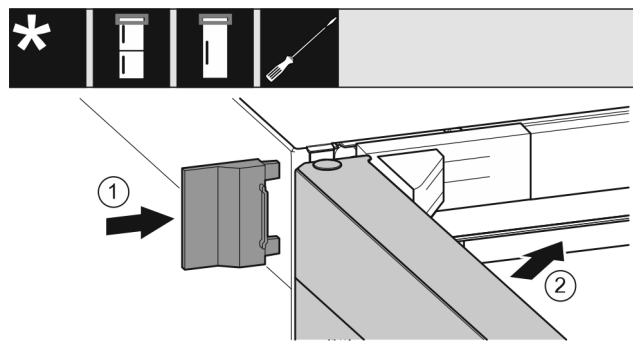

Fig. 28
- Insérer le cache extérieur Fig. 28 (1).
- Fermer la porte supérieure Fig. 28 (2).